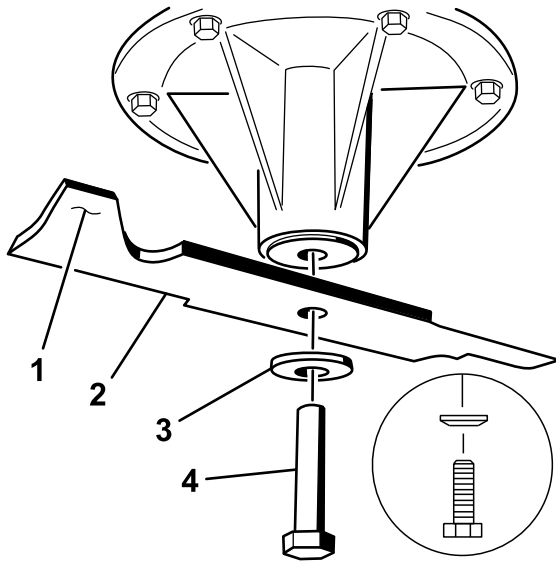

Figura 98
2. Retire del eje el perno de las cuchillas izquierda y central, la arandela curva y la cuchilla (Figura 98).